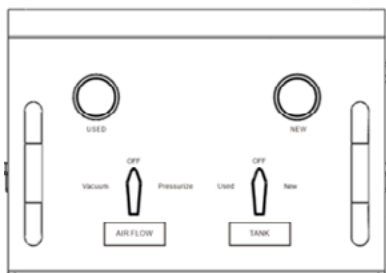

Fig. 1.
1. Posizione iniziale (Fig. 1, Fig. 2, tutte le valvole chiuse)